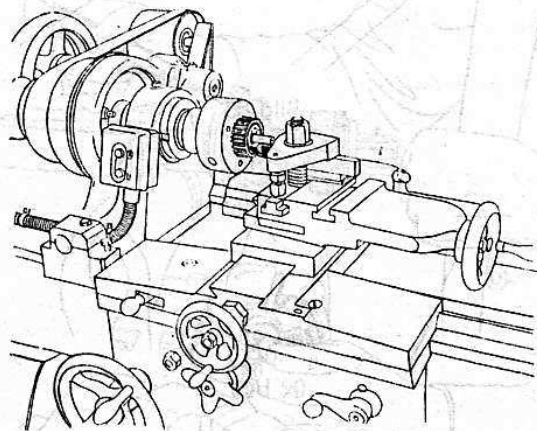

Bild 81
12. Gleichlaufkörper auf Dorn in Drehbankfutter einspannen, Mitnehmerring 5° konisch ausdrehen (Bild 81) und mit Gegenkonus am Rad